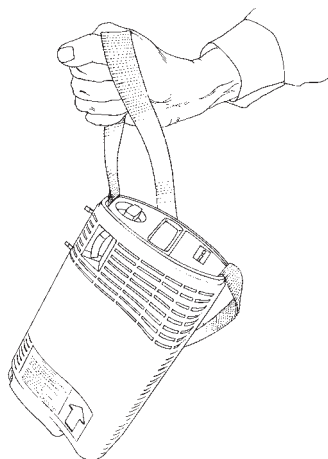

Figura 13
9. Inspeccione el indicador de contenido de oxígeno líquido (Figura 13). La cantidad de líquido contenida en la unidad Companion portátil se mide con una balanza interna integrada en la parte lateral de la unidad.